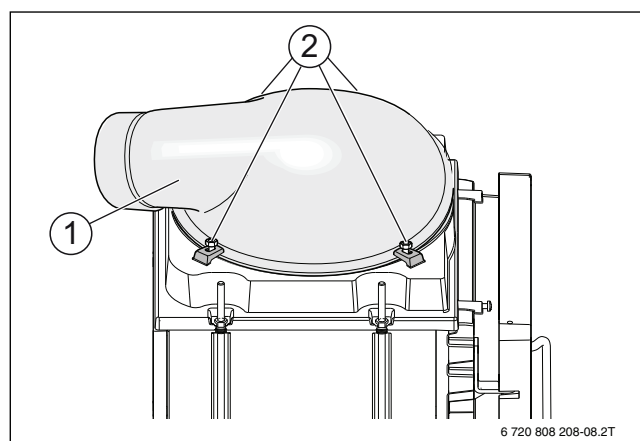

Bild 6 Kuppel waagrecht
- Muttern der 4 Befestigungspratzen [2] so weit lösen, bis der Rand der Kuppel [1] unter die Befestigungspratzen geschoben werden kann (→ Bild 6 und 7).